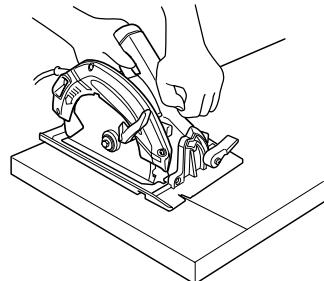
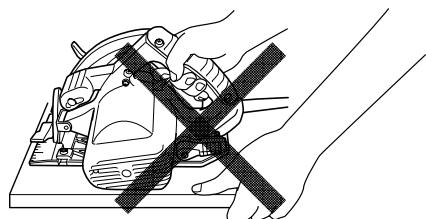

Fig. 5
Fig. 6
- 24. Placer la section large de l'embase de la scie sur la section de la pièce qui est fermement soutenue, et non sur la section qui va tomber après la coupe.** A titre d'exemples, la Fig. 5 montre la façon CORRECTE de couper l'extrémité de la planche, et la Fig. 6 montre la façon INCORRECTE. Si la pièce est trop courte ou trop petite, la fixer.